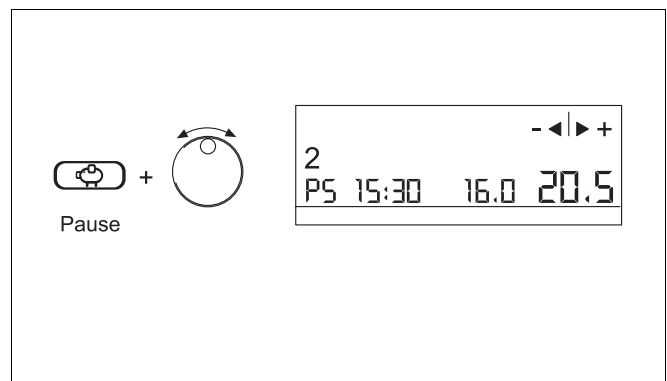

Abb. 21 Heizpause beenden
- ▶ Taste „Pause“ (Abb. 21) drücken und gedrückt halten.